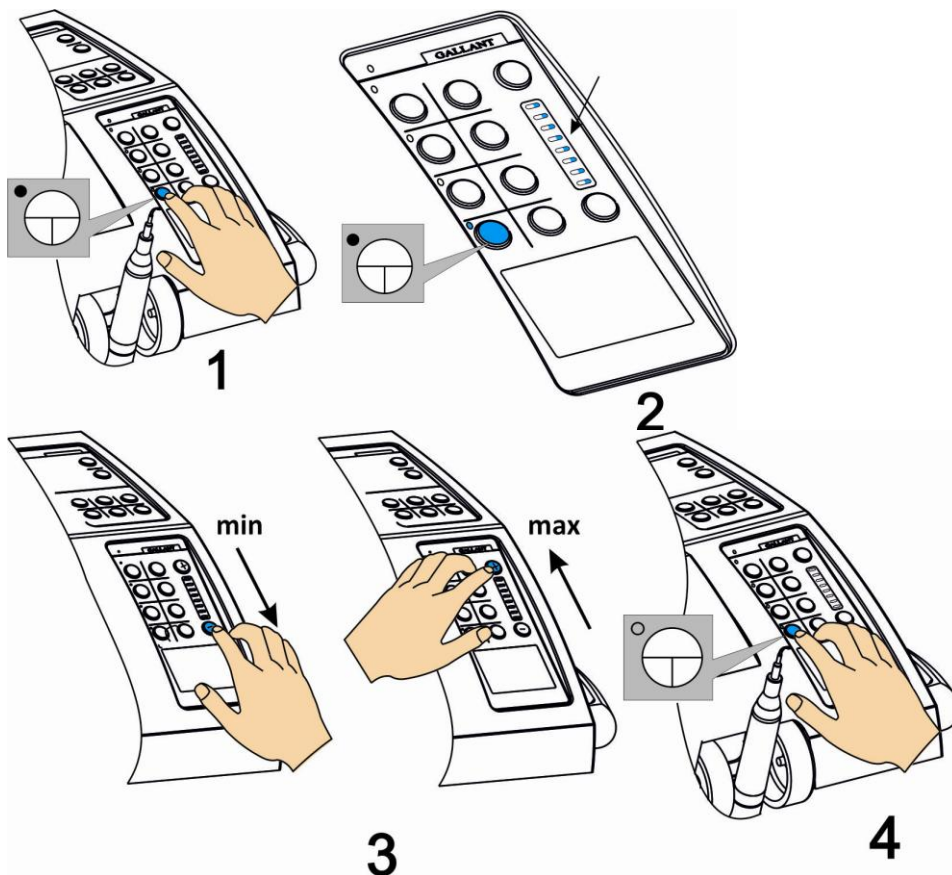

Рисунок 5.3.3.1 Настроювання крутного моменту мікромотора в режимі ЕНДО
1. Натисніть кнопку вмикання режиму ЕНДО, при цьому миготить індикатор який означає встановлення даного режиму (див. Рисунок 5.3.3.1).